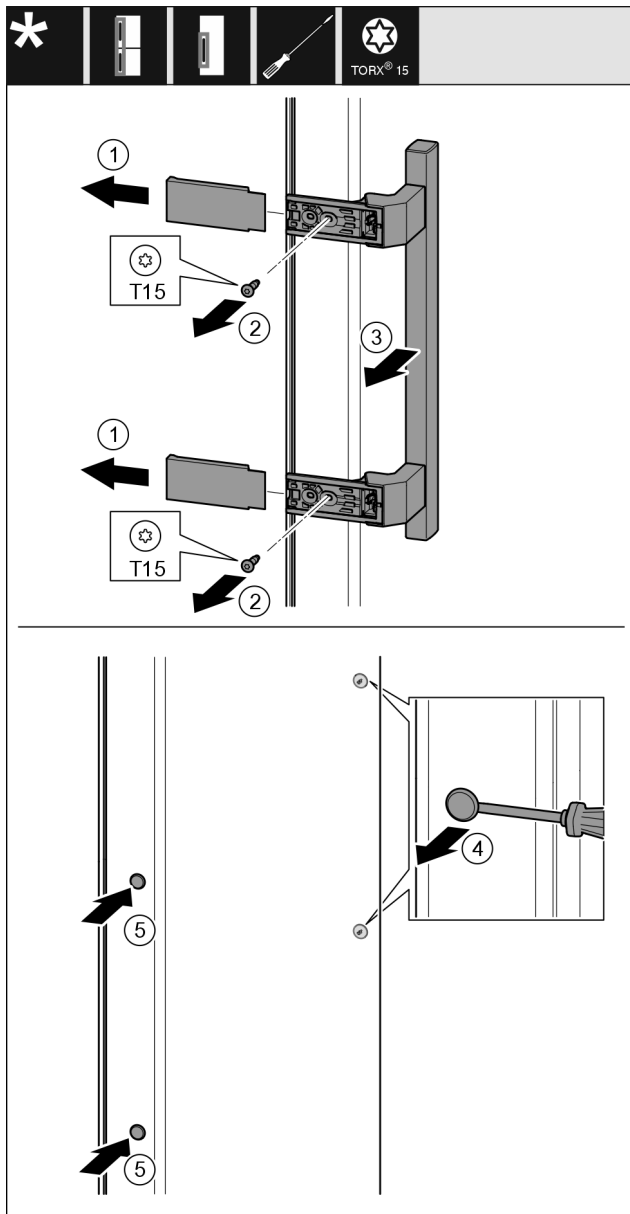

Fig. 8
- Hiqni kapakun mbulues. Fig. 8 (1)
- Lironi vidat me një kaçavidë Torx 15. Fig. 8 (2)
- Hiqni dorezën. Fig. 8 (3)
- Ngrini lart me kujdes tapat anësore me një kaçavidë me kokë petë dhe nxirrini jashtë. Fig. 8 (4)
- Vendosni sërish tapat në anën tjetër. Fig. 8 (5)